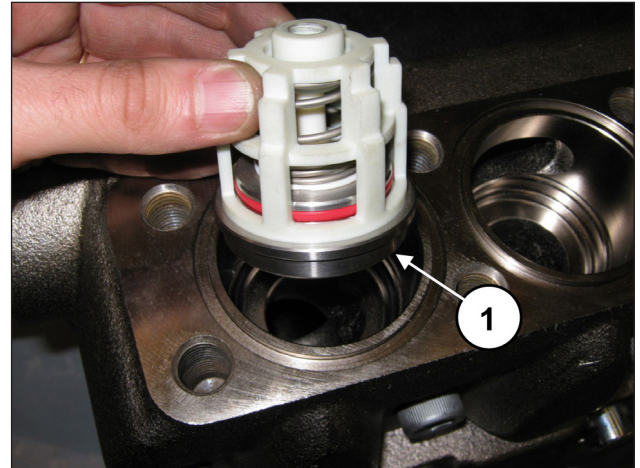

Fig. 156
Insert the outlet valve unit (pos. ①, Fig. 156).